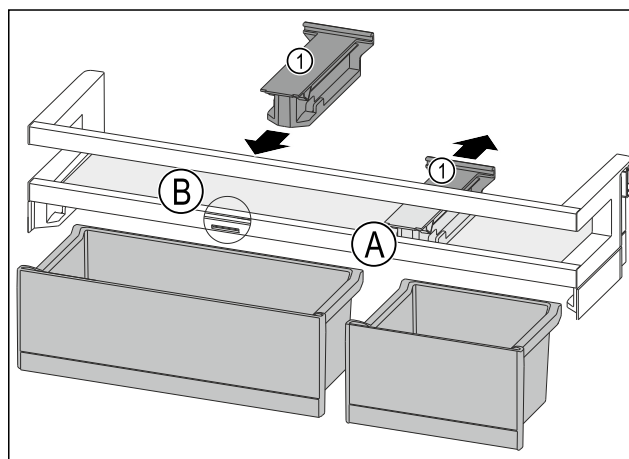

Fig. 107
- Retirer la pièce de retenue Fig. 107 (1) en position Fig. 107 (A) vers l'arrière.
- Mettre la pièce de retenue Fig. 107 (1) en position Fig. 107 (B).